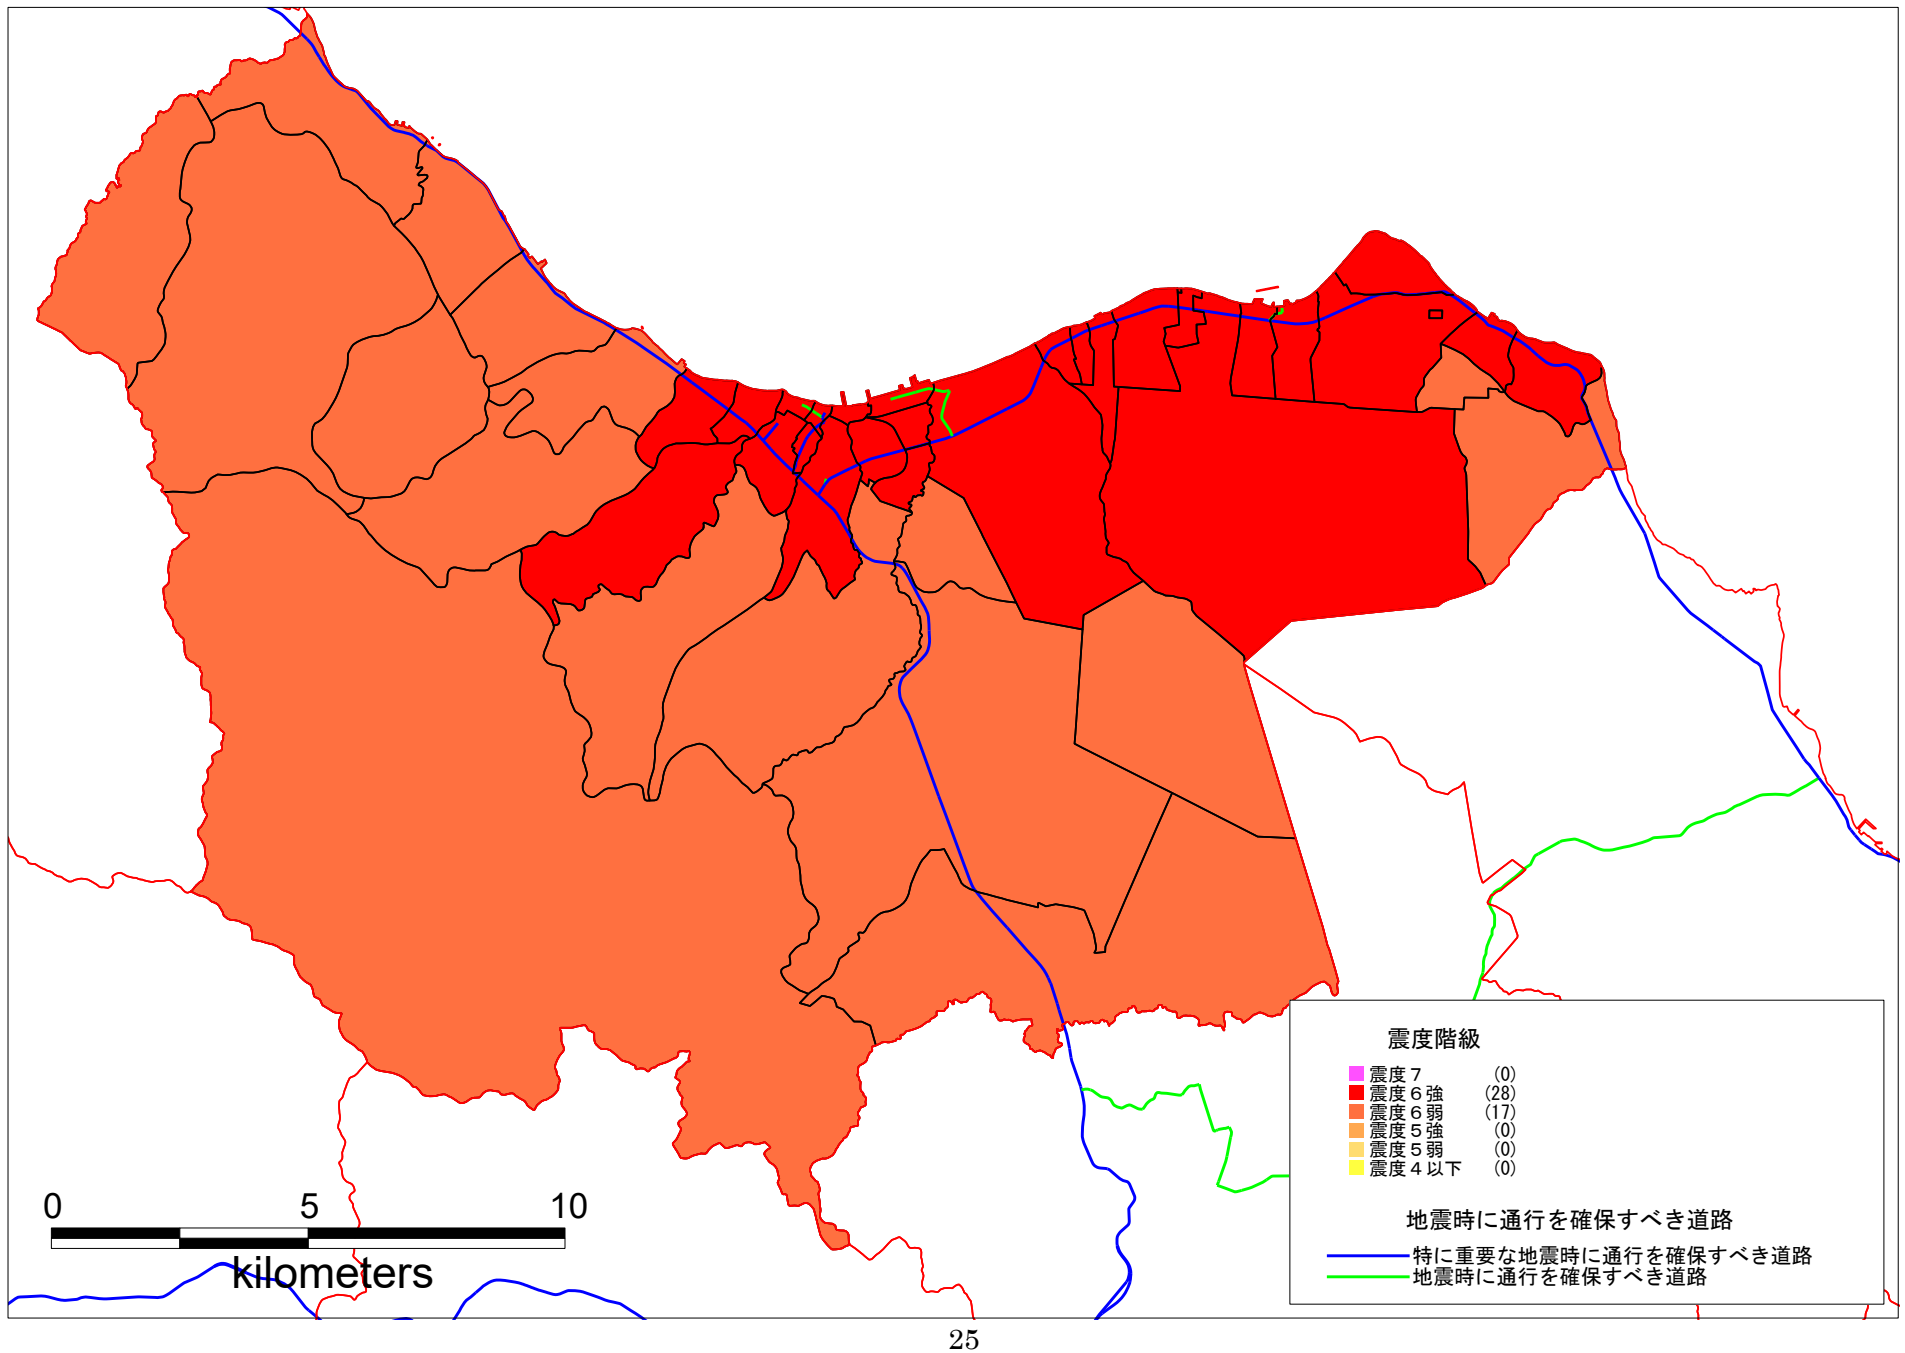

図5 全国どこでも起こりうる直下の地震（森町）
- ③ 全国どこでも起こりうる直下の地震による揺れやすさマップを図5に示します。